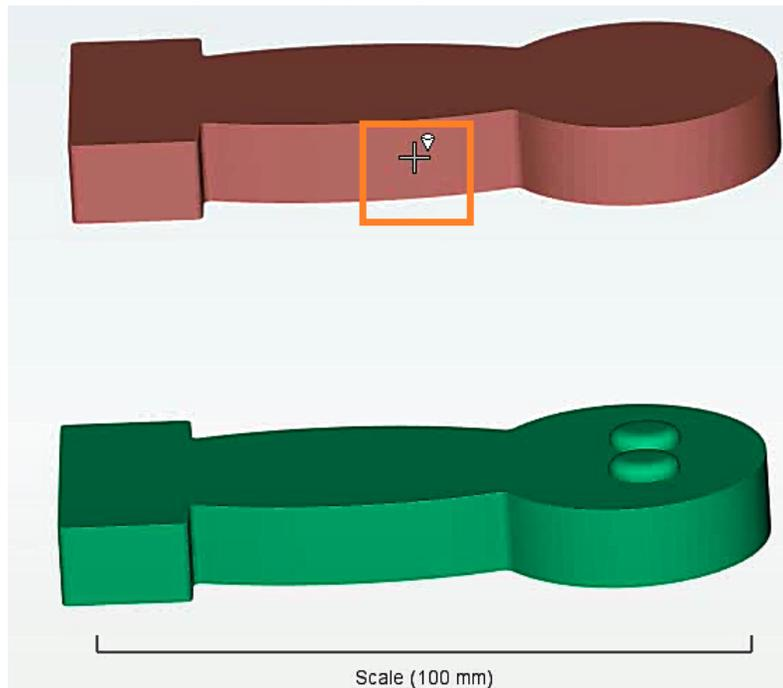
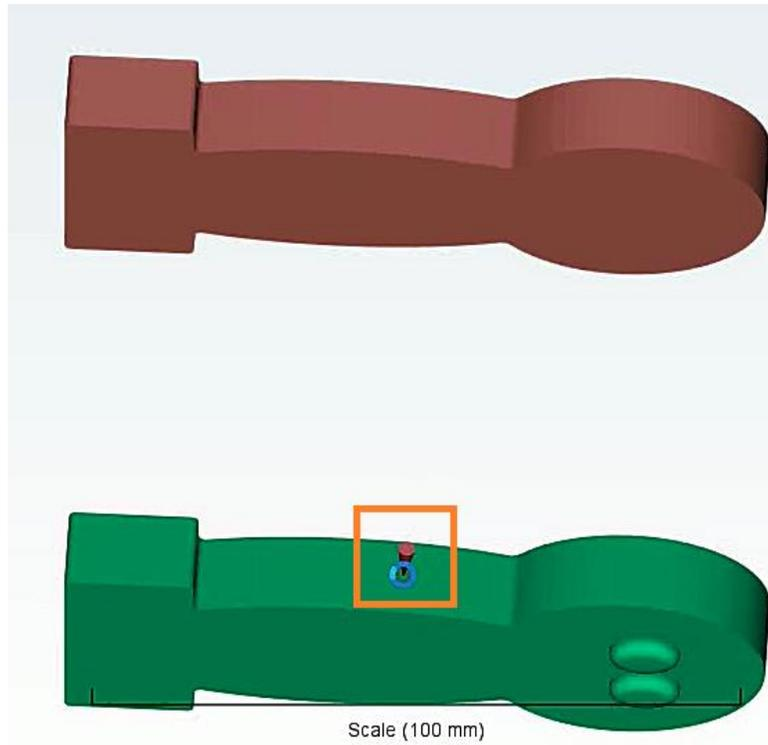

Figura 6.55 Punto de inyección de la primera pieza.
Figura 6.56 Punto de inyección de la segunda pieza.
- Seleccionar como puntos de inyección los laterales internos de las piezas, lugar en el cual en el análisis previamente realizado podemos encontrar un correcto llenado de la pieza (Figura 6.55) y (Figura 6.56).